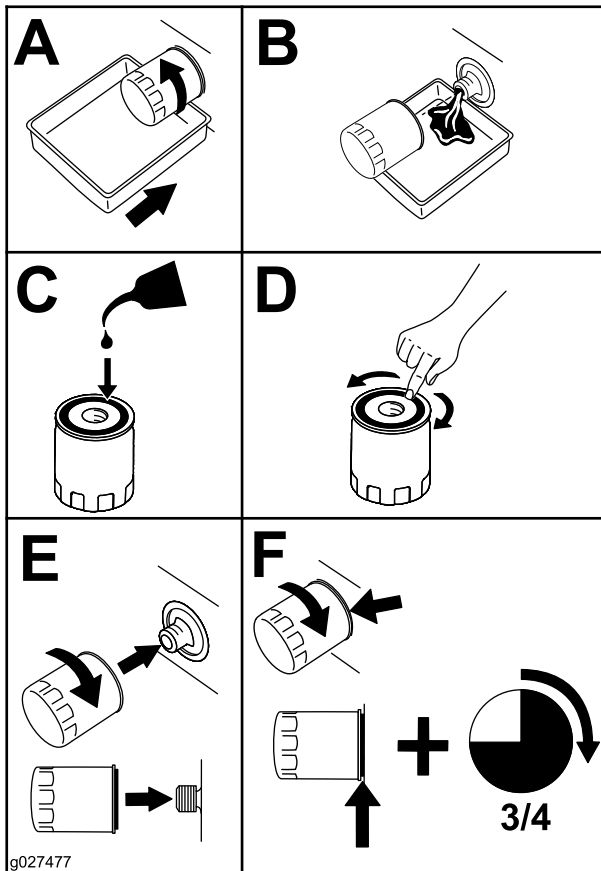

Figura 76
5. Sustituya el filtro de aceite del motor (Figura 76).